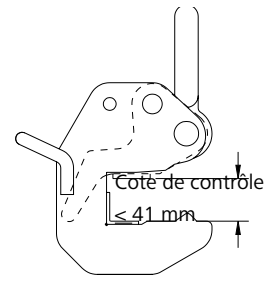

Fig. 36.2
1. Ouvrir le levier de sécurité au maximum (Fig. 36.2).
Si la cote de contrôle dépasse 41 mm, le crochet de levage doit immédiatement être remplacé. Cela vaut également si la cote de contrôle est dépassée sur un seul côté du crochet (Fig. 36.2).